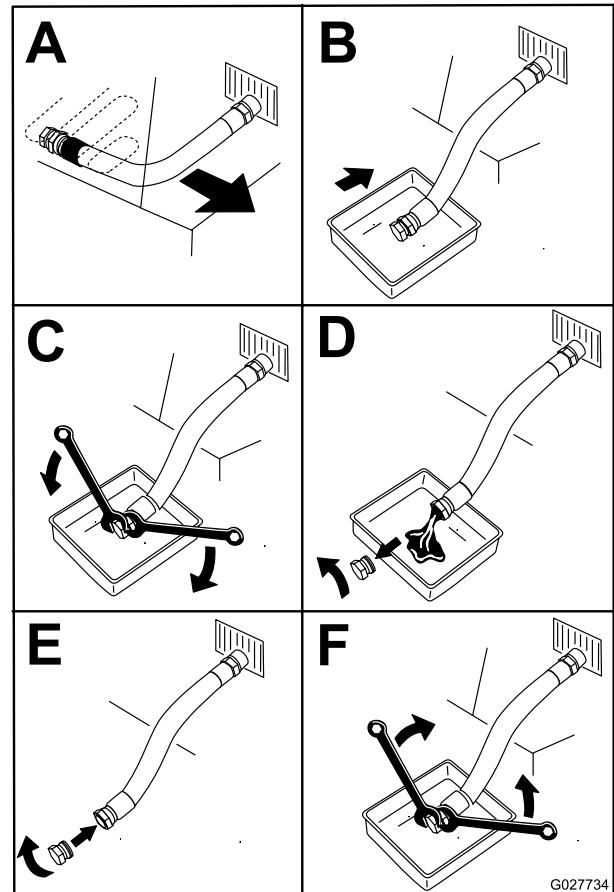

Bild 47
4. Stellen Sie vor dem Verlassen des Fahrersitzes den Motor ab, ziehen den Schlüssel ab und warten, bis alle beweglichen Teile zum Stillstand gekommen sind (Bild 47).